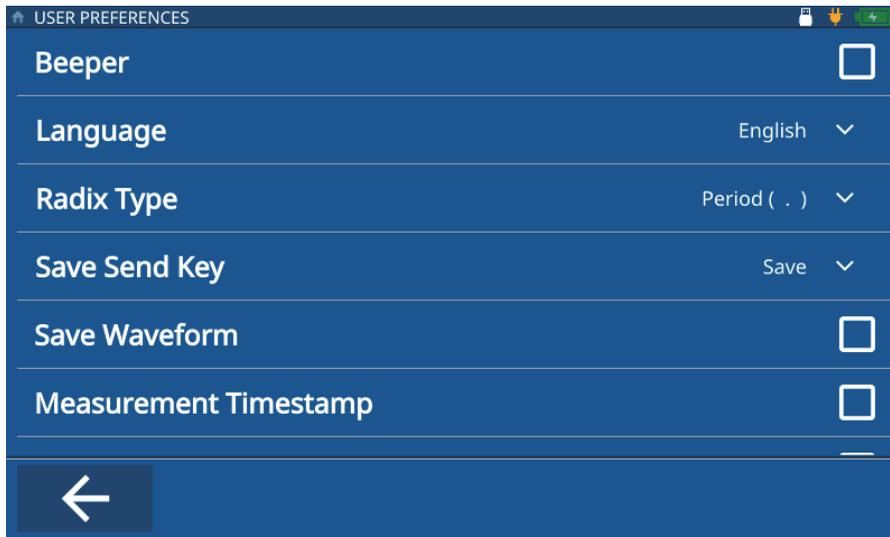

Figure 1-3 Écran User Preferences (Préf. utilisateur)
5. Touchez **Language** (Langue) et sélectionnez la langue souhaitée dans la liste déroulante (Figure 1-3 à la page 14).